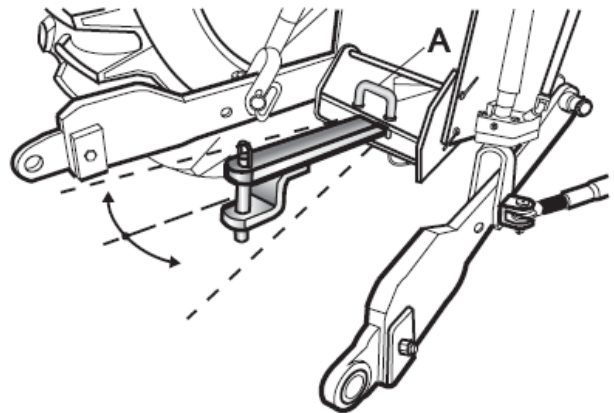

Figura 7-15 Barra de tracción basculante
La barra de tracción basculante solo se puede utilizar para remolcar maquinaria agrícola y remolque de dos ejes, no puede remolcar el remolque de un solo eje, de lo contrario la carga de la barra de tracción causará el vuelco del tractor (véase la Figura 7-15).
- (2) Ajuste la posición lateral del punto de tracción cambiando la posición de inserción del perno en forma de U ④ (véase la Figura 7-15)